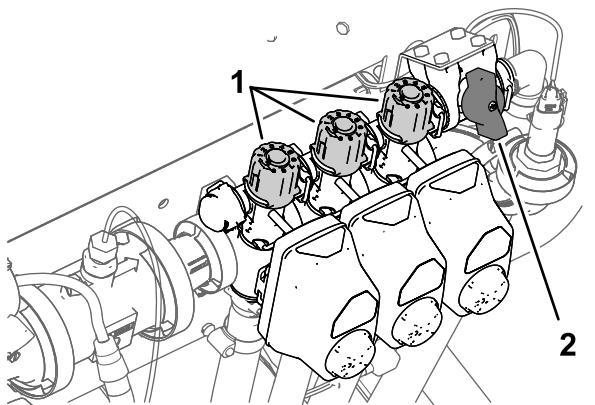

Figura 30
2. Disattivate l'interruttore della sezione sinistra e regolate la manopola di bypass della sezione (Figura 30) fino a quando il volume visualizzato non corrisponde al livello precedente in base alla tabella.
4. Regolate la manopola di bypass della sezione destra (**Figura 30**) fino a quando il volume visualizzato non corrisponde al livello precedente in base alla tabella.
6. Regolate la manopola di bypass della sezione centrale (**Figura 30**) fino a quando il volume visualizzato non corrisponde al livello precedente in base alla tabella.